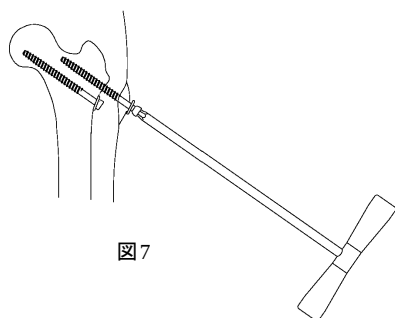

図7
- 1) 抜釘用六角ドライバー (T型ハンドル) にてスクリューを抜去します。(図7)